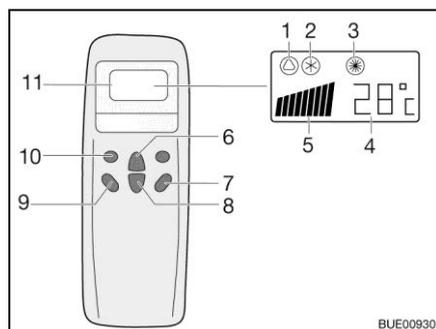
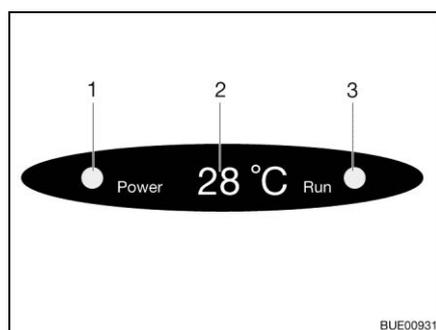

Fig. 125 Mando a distancia
Fig. 126 Indicación en el difusor
- Pulsar la tecla "ON/OFF" (Fig. 125,7).
- Pulsar la tecla "Mode" (Fig. 125,10) las veces que sean necesarias hasta que se visualice el modo de funcionamiento deseado (Fig. 125,1, 2 ó 3) en el display. La luz de control correspondiente en la indicación del difusor (Fig. 126,3) estará encendida.
- Ajustar la temperatura deseada con las teclas Aumentar temperatura (Fig. 125,6) o Reducir temperatura (Fig. 125,8).
- Seleccionar la etapa deseada del ventilador con la tecla Velocidad del ventilador (Fig. 125,9).